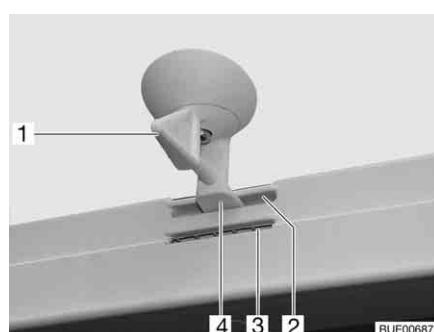
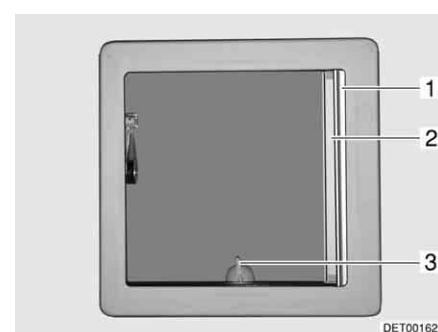

Fig. 48 Oblò inclinabile, bloccaggio
Fig. 49 Oblò inclinabile
- Ruotare la leva (Fig. 48,1 o Fig. 49,3) di un quarto di giro.
- Girare la leva di un quarto di giro. Il bloccaggio (Fig. 48,4) deve entrare nella feritoia inferiore (Fig. 48,3).
- Girare la leva di un quarto di giro. Il bloccaggio (Fig. 48,4) deve entrare nella feritoia superiore (Fig. 48,2).
Chiusura: ■ Tirare la tendina oscurante pieghevole (Fig. 49,1) fino alla posizione desiderata e rilasciare. La tendina oscurante pieghevole rimane in questa posizione.
Chiusura: ■ Estrarre la zanzariera a rullo (Fig. 49,2) fino a quando non scatta il bloccaggio dalla parte opposta.